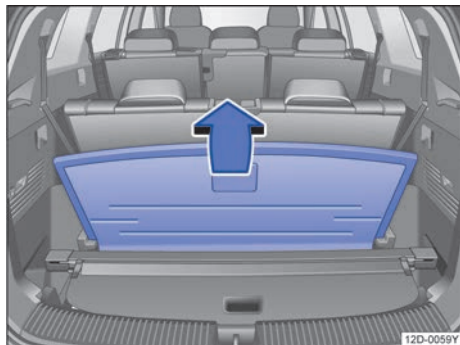

图 139 行李厢内：向上翻起行李厢地板
- 抓住行李厢地板，将行李厢地板向上翻，并卡在行李厢内两侧的卡扣内→图 139。